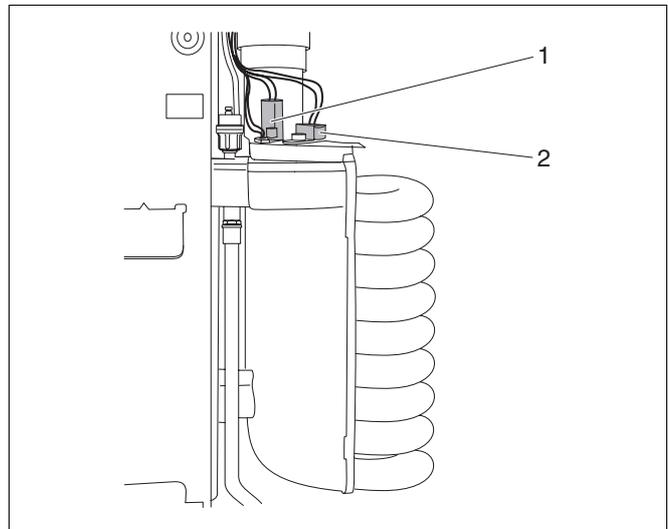

Fig. 39 Rimuovere il dispositivo di accensione ad incandescenza e l'elettrodo di accensione
- Rimuovere il dispositivo di accensione ad incandescenza (fig. 39, pos. 1) e l'elettrodo di ionizzazione (fig. 39, pos. 2).
- Togliere il dispositivo di accensione ad incandescenza (fig. 39, pos. 1) e l'elettrodo di ionizzazione (fig. 39, pos. 2).